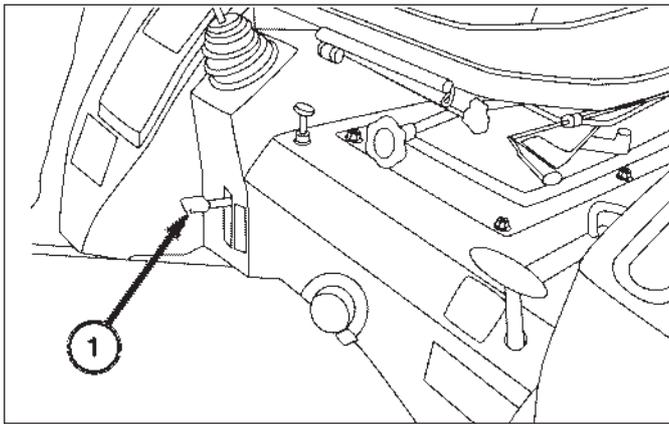

FIG. 4-22
**FIG. 4-22:** Quand le levier de blocage de différentiel, 1, est abaissé, les deux arbres d'entraînement sont verrouillés pour assurer une motricité identique aux deux roues arrière. Le blocage de différentiel est surtout intéressant pour rouler sur un sol meuble ou un terrain glissant. Pour engager le blocage de différentiel, enfoncez la pédale d'embrayage et attendez l'arrêt complet de roues arrière. Enfoncez la pédale de blocage et embraquez doucement.